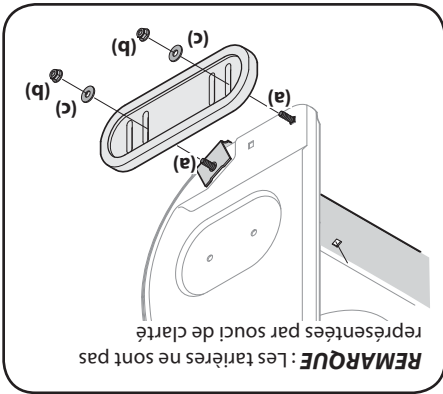

Figure 4-1
2. Remontez les nouveaux patins avec les boulons ordinaires (a) (deux sur chaque côté), les rondelles (c) et les contre-écrous à embase (b). Voir la Figure 4-1.